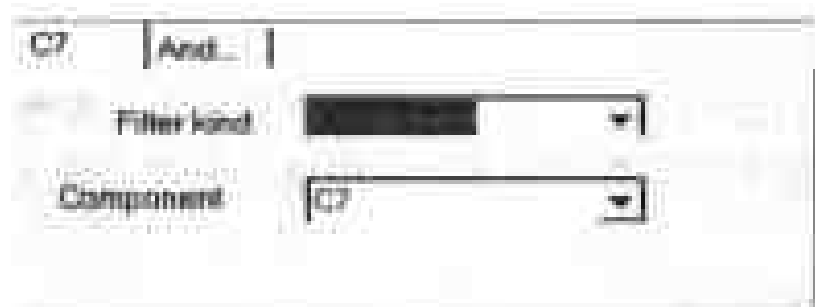

图 9-8 设定零件
- Component (零件) 项。如果选择了 Component 项, 程序将要求设置零件, 本栏位下方会多出一个 Component 栏位, 如图 9-8 所示, 这时就可在 Component 栏位中指定零件了。